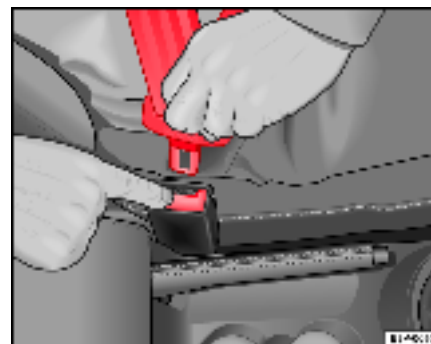

Fig. 16 Libération du pêne du boîtier de verrouillage
- Appuyez sur la touche rouge intégrée au boîtier de verrouillage ⇒ page 27, fig. 16. Le pêne est alors libéré ⇒ ⚠.